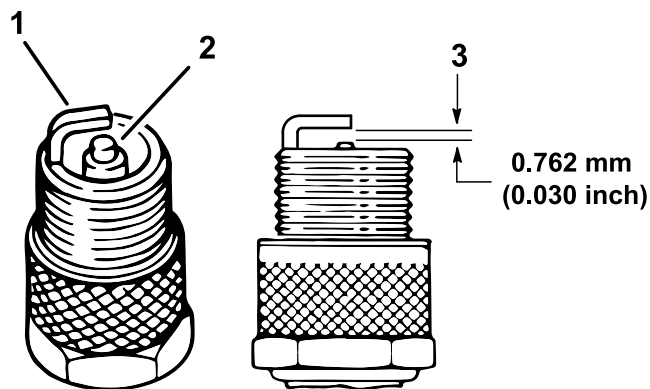

Figura 34
- Controllate le condizioni degli elettrodi laterale e centrale, e dell'isolatore dell'elettrodo centrale, per accertare che non siano danneggiati (Figura 34).
- Impostate la distanza tra il centro e il lato degli elettrodi a 0,762 mm, come illustrato nella Figura 34.